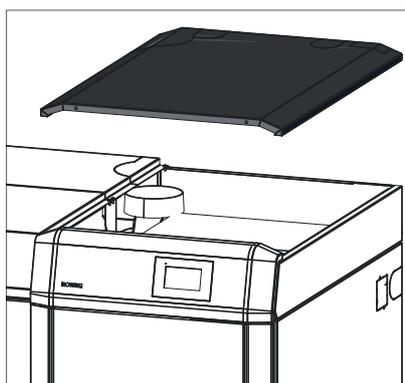

Fig. 60 Retirer le couvercle de revêtement
- ▶ Retirer le couvercle de revêtement – Fig. 60.